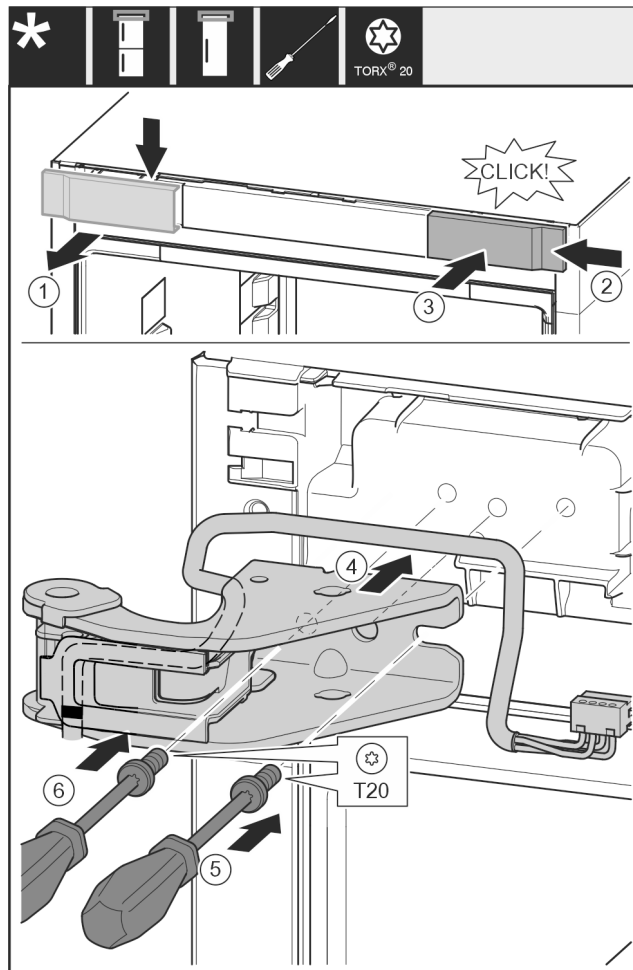

Fig. 32
- ▶ Odoberte kryt zhora dopredu. Fig. 32 (1)
- ▶ Kryt zaveste na druhú stranu sprava otočený o 180°. Fig. 32 (2)
- ▶ Kryt zaklapnite. Fig. 32 (3)
- ▶ Nasad'te hornú ložiskovú konzolu. Fig. 32 (4)
- ▶ Skrutku nasad'te a pevne zaskrutkujte skrutkovačom T20. Fig. 32 (5)
- ▶ Skrutku vložte a pevne zaskrutkujte skrutkovačom T20. Fig. 32 (6)